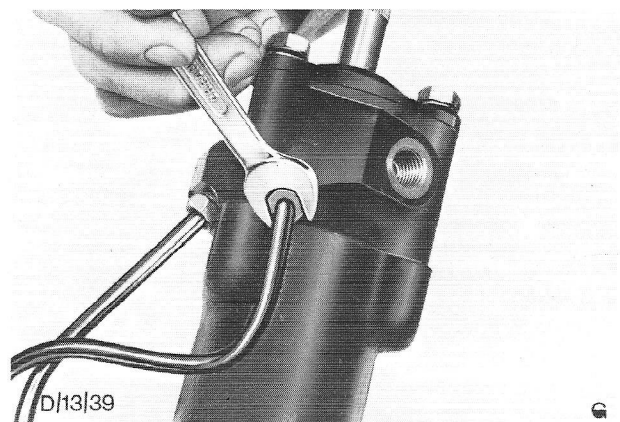

Fig. 15. Omloopleidingen verwijderen.
6. Verwijder de twee omloopleidingen van het regelklephuis naar het tandheugelhuis, zie fig. 15.